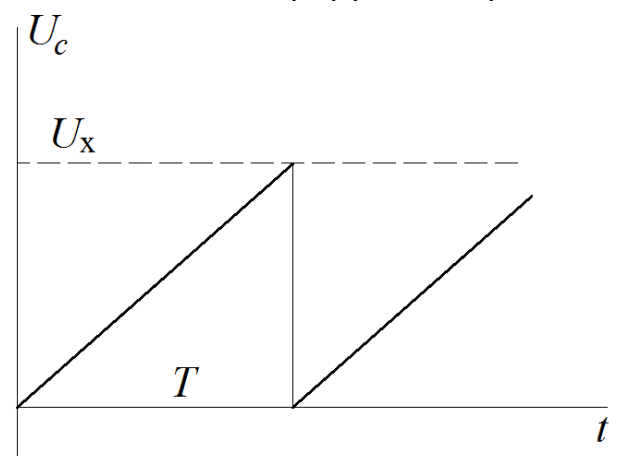

Рис. 3. Диаграммы работы схемы рис. 2
Основная идея работы АЦП прямого счёта иллюстрируется на рис. 3. Источник постоянного тока заряжает конденсатор, при этом потенциал верхней обкладки конденсатора  $U_c$  увеличивается линейно. Этот потенциал вместе со входным (измеряемым) напряжением поступают на входы компаратора напряжений. Как только  $U_c$  становится больше входного напряжения  $U_x$ , выходное напряжение компаратора изменяет своё значение с 1 на 0. Изменение
2. Собрать по одной из схем рис.3а и рис.3б источник тока, управляемый напряжением. Удостовериться, что выходной ток источника прямо пропорционален входному напряжению.